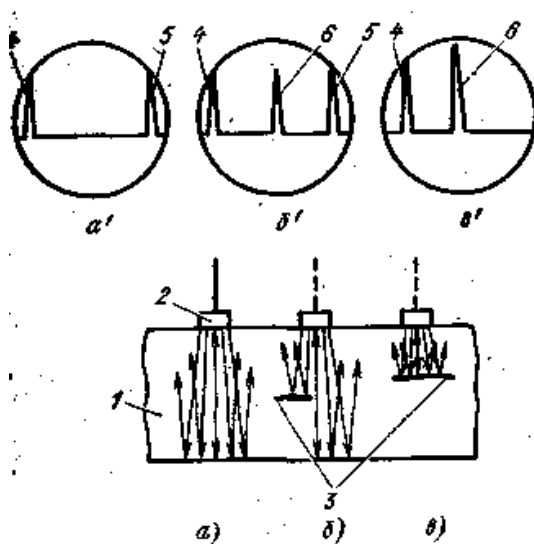

Рис. 4. Схема прозвучивания изделия эхо-импульсным методом продольными УЗК:
**Эхо-импульсный метод.** Упругие колебания вводят в изделие 1, как правило, с одной стороны совмещенной искательной головкой 2 (рис. 4). Излучаемые импульсы упругих волн называют зондирующими. Их посылают в контролируемое изделие один за другим через определенные промежутки времени – паузы или интервалы. Периодом импульсов называют время, прошедшее от начала действия одного импульса до начала действия следующего. Зондирующий импульс УЗК, пройдя сквозь толщу материала, отражается от противоположной (донной) поверхности изделия и, возвращаясь, частично попадает на пьезоэлемент искательной головки. На экране ЭЛТ возникает донный импульс 5.
При наличии дефекта 3 импульс УЗК отразится от него раньше, чем от противоположной поверхности детали. Между начальным 4 и донным импульсами возникает промежуточный импульс 6. Если дефект полностью перекрывает путь ультразвуковому пучку, то на экране ЭЛТ будут наблюдаться только начальный импульс и импульс от дефекта (рис. 4, в).
Осциллограммы прозвучивания поверхностными и нормальными волнами (рис. 5, а, б) аналогичны осциллограммам, показанным на рис. 4. Осциллограммы прозвучивания изделия сдвиговыми УЗК (рис. 5, в) отличаются от рассмотренных. При отсутствии дефектов